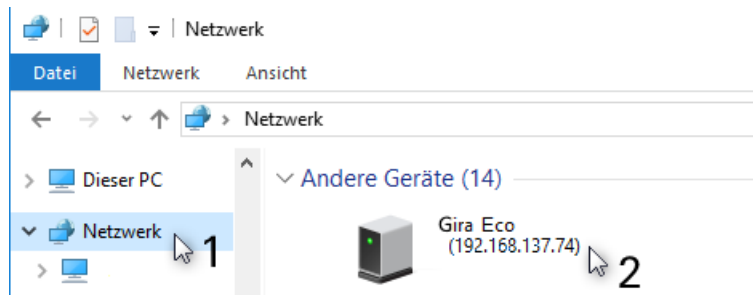

Bild 16: Aufruf der Gerätewebseite über Netzwerkumgebung
- Alternativ wählen Sie das Gerät in der Netzwerkumgebung in der Kategorie „Andere Geräte“ (Bild 16, Pos. 1): Doppelklicken Sie auf das Icon des Geräts (Bild 16, Pos. 2).